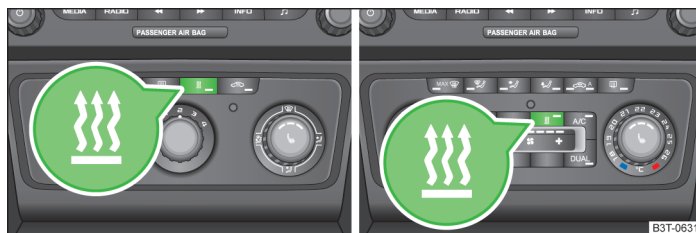

Fig. 109 Tecla de conexión/desconexión directa del aire acondicionado / Climatronic en la unidad de mando
-  con la tecla en la unidad de mando del aire acondicionado / Climatronic. Se encenderá el testigo de control en la tecla » fig. 109;
-  con la tecla en la unidad de mando del aire acondicionado / Climatronic. Se apagará el testigo de control en la tecla » fig. 109;
Si el sistema está en funcionamiento, en la tecla de símbolo  » **fig. 109** se enciende un testigo de control.